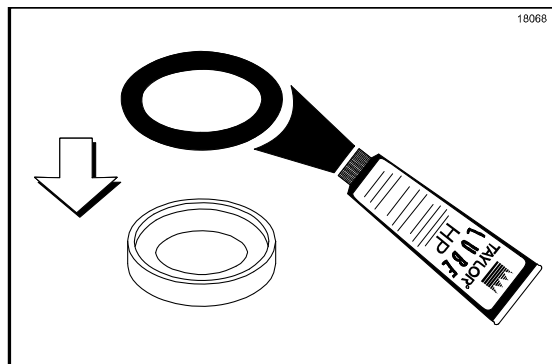

Рисунок 87
1. Смажьте и установите кольцеобразный уплотнитель в систему уплотнения. (См. рис. 87)